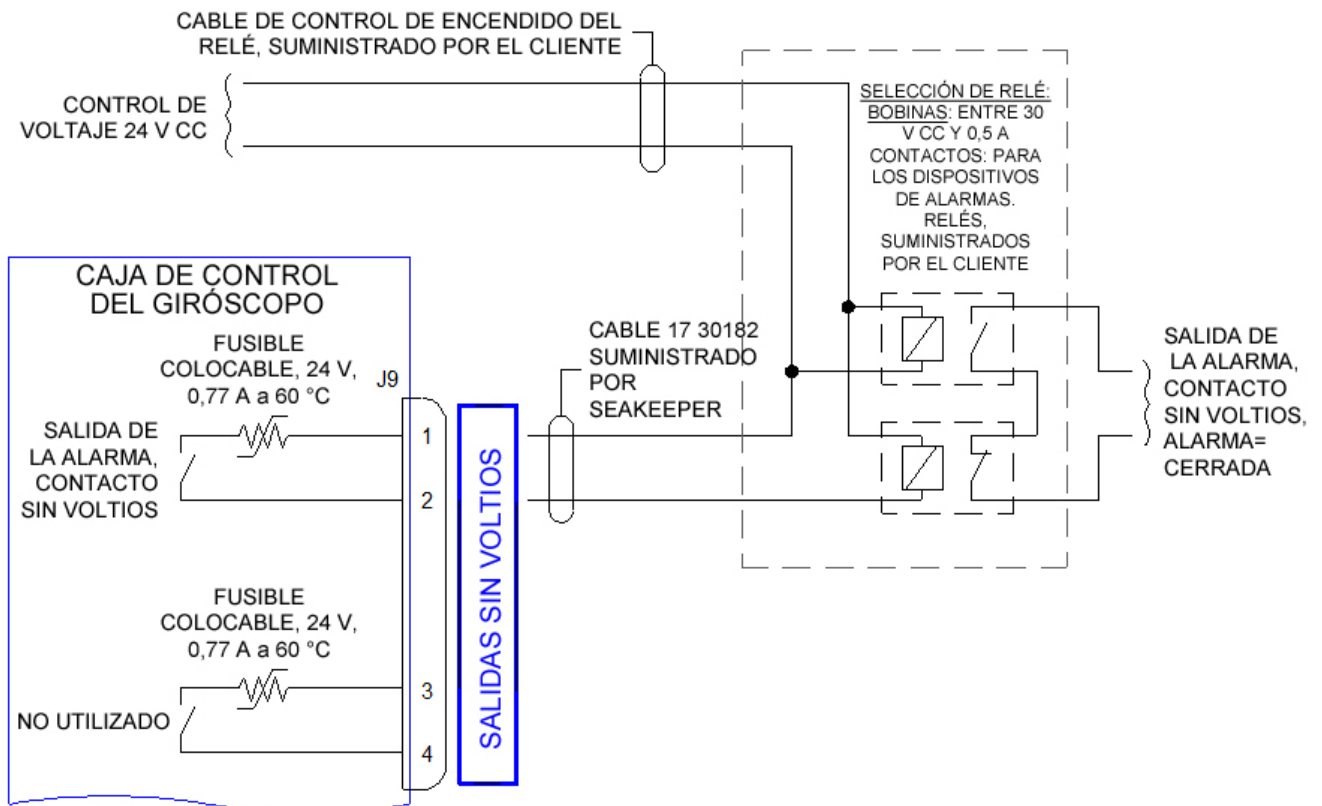

FIGURA 14 – CONEXIÓN DE SALIDA DE LA ALARMA PARA ALARMAS SONORAS/VISUALES
- c. La salida de la alarma debe ir en el sistema de alarmas y monitoreo de la embarcación o en una alarma adecuada que se pueda oír y escuchar. El cableado sugerido se muestra en la Figura 14 a continuación.